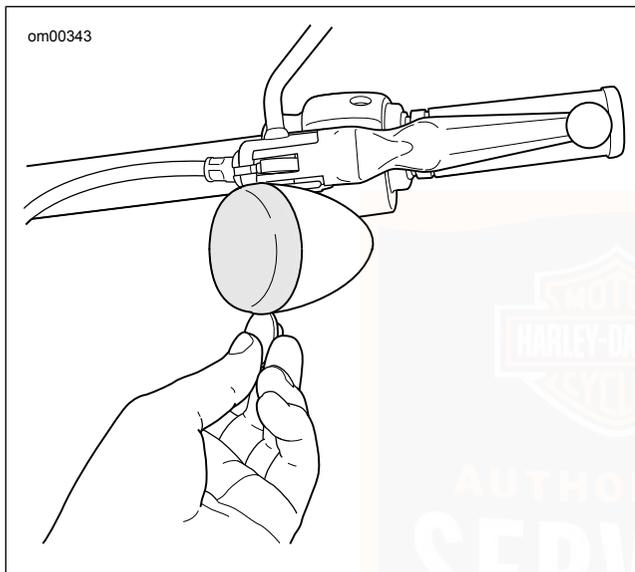

Abbildung 48. Kerbe in der Streuscheibe
1. Siehe Abbildung 48. Eine Münze oder die Klinge eines kleinen Schraubendrehers in die Kerbe an der Unterseite der Streuscheibe einsetzen. Die Münze vorsichtig drehen, bis der Streuscheibendeckel aus dem Blinkergehäuse herausspringt.